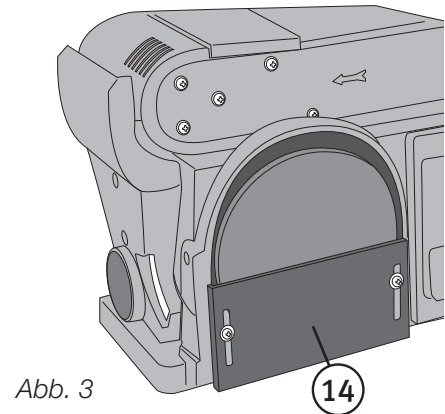

Abb. 3
3.1 Schleifscheibe montieren/wechseln (Abb. 3)